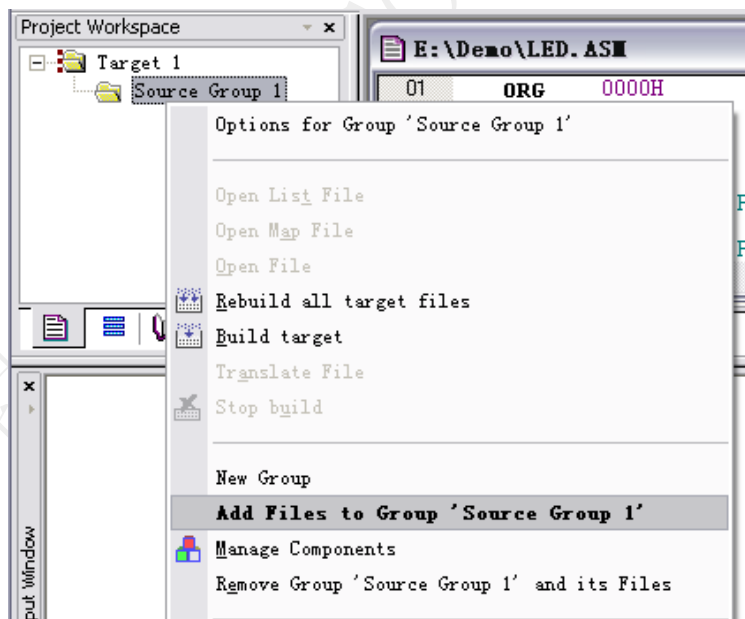
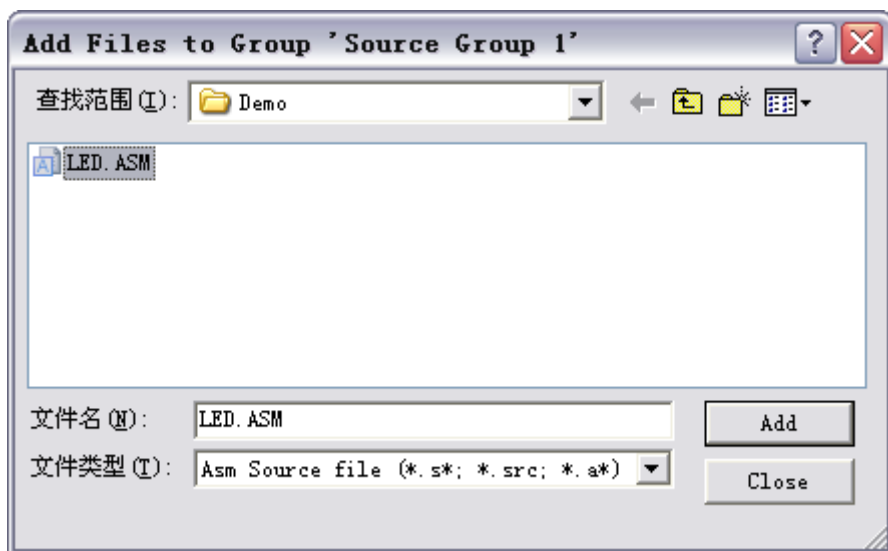

图 3.5
图 3.6
7) 添加源程序文件到工程中。现在，一个空的源程序文件“LED.ASM”已经建立，但是这个文件与刚才新建的工程之间并没有什么内在联系。我们需要把它添加到工程中去。单击 Keil C51 软件左边项目工作窗口“Target 1”上的“+”，将其展开。然后右击“Source Group 1”文件夹，会弹出如图 3.5 所示的选择菜单。单击其中的“Add Files to Group 'Source Group 1'”项，将弹出如图 3.6 所示的对话框。